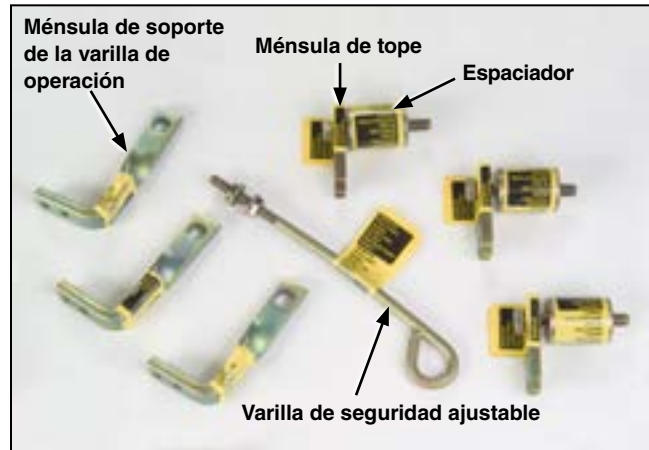

Figura 34. Verificación de la caja de transición y la base de alta velocidad para estas partes del embarque.
- La ménsula de sostén de la varilla de operación, la ménsula de tope y el espaciador han sido removidas del interruptor (Ver Figura 34.)
- Se ha retirado la varilla de seguridad ajustable fijada a la palanca de accionamiento interfásico (Ver Figura 34 y Figura 36 en la página 31.)